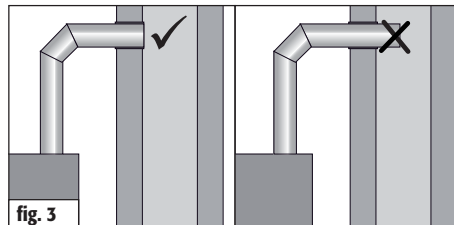

fig. 3
**A l'entrée de la cheminée, le conduit de fumée doit être bien isolé et ne doit pas dépasser vers la section intérieure de la cheminée pour ne pas entraver l'évacuation des fumées (fig. 3).**